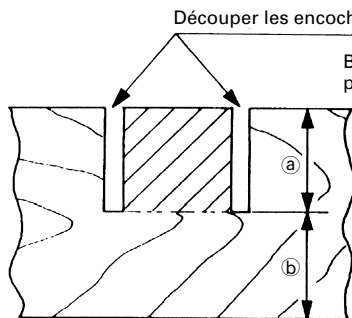

Fig. 48
Les encoches dans les pièces se découpent comme indiqué à la Fig. 48 en réglant le boulon de réglage de la profondeur de 6 mm.
- (2) Régler la profondeur de coupe voulue en réglant la distance entre la lame et la surface du plaque tournante (voir ⑤ à la Fig. 48).